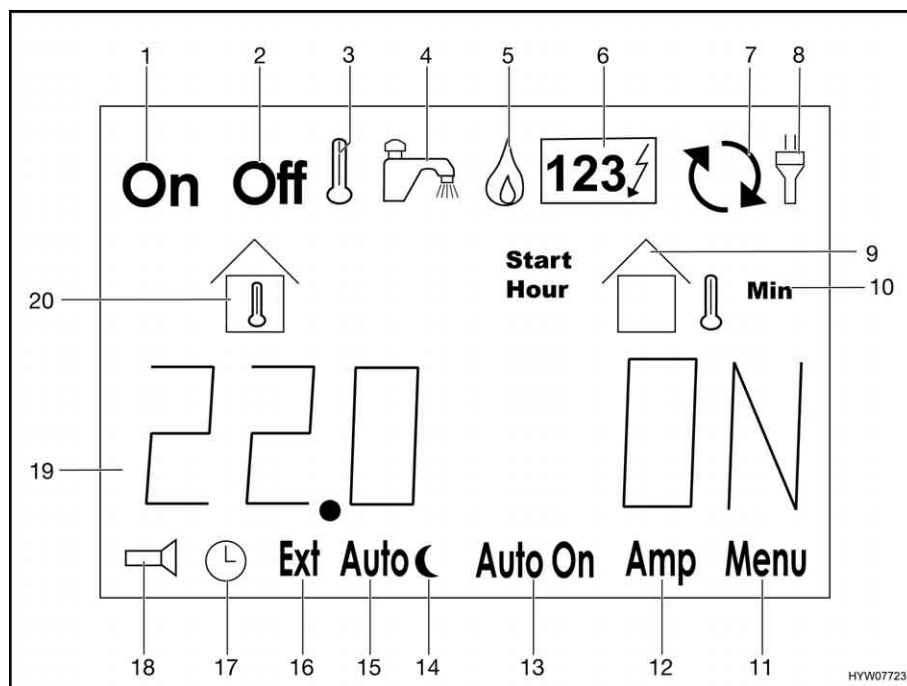

Fig. 159 Indicazioni sul display LCD
Nella riga informativa (Fig. 159,19) vengono indicati in forma testuale dati sulle temperature, tempi e stati di funzionamento oltre che alle segnalazioni di errore.
- Premere il tasto ">" (Fig. 158,4) finché il simbolo "" (Fig. 159,5) lampeggia.
- Premere il tasto ">" (Fig. 158,4) finché il simbolo "123" (Fig. 159,6) lampeggia.
- Premere il tasto ">" (Fig. 158,4). Il simbolo "Off" (Fig. 159,2) lampeggia.
- Premere il tasto "+/On" (Fig. 158,3). Il simbolo "On" (Fig. 159,1) lampeggia. Il riscaldamento si avvia automaticamente.
- Premere il tasto ">" (Fig. 158,4). Il simbolo "On" (Fig. 159,1) lampeggia.
- Premere il tasto "-/Off" (Fig. 158,5). Il simbolo "Off" (Fig. 159,2) lampeggia. Il riscaldamento si spegne.